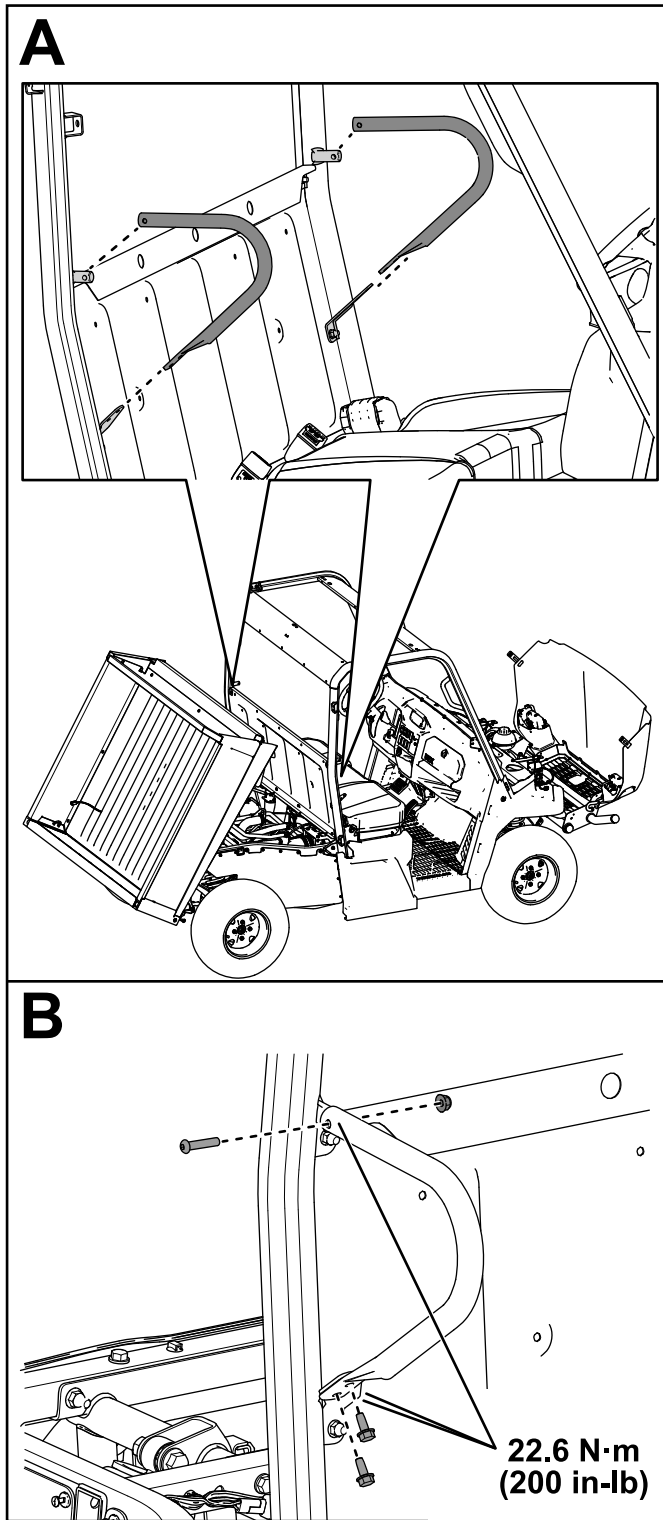

Figure 21
16. Fixez les 2 retenues d'épaules sur les barres arrière de l'arceau de sécurité à l'aide de 4 vis autotaraudeuses (5/16 x 3/4 po), 2 boulons à tête ronde (5/16 x 1 1/2 po) et 2 contre-écrous (5/16 po), comme montré à la Figure 21.
Serrez les contre-écrous (5/16 po) à 22,6 N·m (200 po-lb), comme indiqué à la Figure 21.